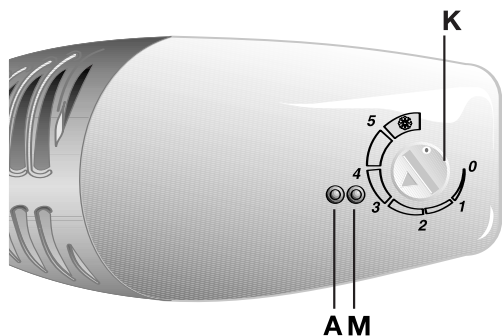

fig. 6
- Placez le bouton **K** (fig. 6) après la position **5** ❄️ la lampe témoin orange **A** (fig. 6) s'allume (la fonction Super est activée seulement quand la lampe témoin est allumée). La fonction Super reste active pendant environ 28 heures, mais elle peut être désactivée à n'importe quel moment en tournant le bouton **K** dans le sens inverse des aiguilles d'une montre, jusqu'à ce que la lampe témoin **A** s'éteigne. Durant les 28 heures de la phase Super, le compresseur fonctionne pendant 30 minutes allumé et pendant 30 min. éteint.